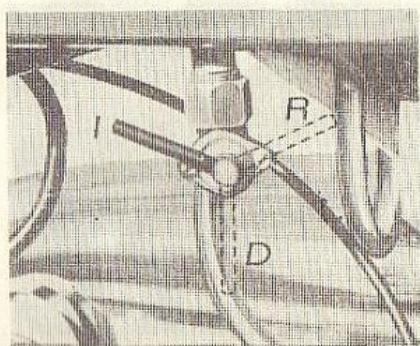
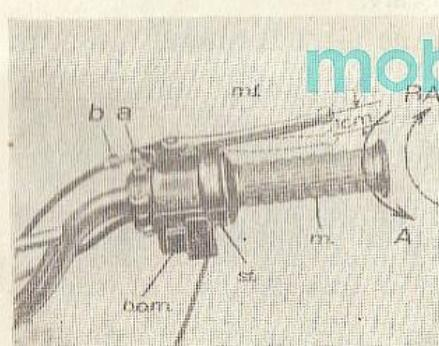
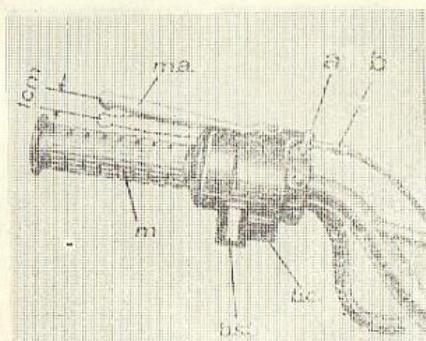
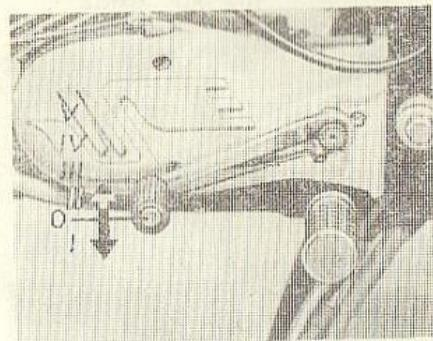

Fig. 3
Fig. 5
Fig. 7
Fig. 8
1. Rotiți distribuitorul robinetului în poziția „deschis“ D, fig. 3.
4. Rotiți complet minerul accelerator „m“ (fig. 5) în sensul RA (reducerea accelerării).
- Cu motorul pornit, acționați maneta ambreiajului (fig. 7), strin- gind-o către mîner și apăsați cu vîrful piciorului pedala de schim- bare a vitezelor în jos, sensul I (fig. 8).
- După ce viteza a crescut la ~~la~~ **la** **20 km/h**, schimbați viteza în treapta a II-a; pentru aceasta, roțiti minerul accelerator în sensul reducerii admisiei (RA — fig. 5) în același timp cu acționarea manetei ambreiaj, apoi acționați pedala în sus (fig. 8), după care eliberați din nou, ușor, ambreiajul și accelerați. Similar proce- dării la schimbarea vitezelor în treapta a III-a, a IV-a și a V-a. Dacă aveți de urcat pante sau pentru demaraje rapide nu ezitați să cuplați într-o treaptă inferioară. Domeniile pentru treptele de viteză sunt:
2. Acționați ambele frâne progresiv, strîngind maneta „m.f.“ (fig. 5) pentru frâna față și călcind pedala frânei spate (fig. 9). Pe suprafețe de drum alunecoase sau din materiale granuloase, pentru evitarea derapărilor, utilizați cu atenție numai frâna spate.
3. În timpul frânării sau imediat următor, acționați ambreiajul și aduceți cutia de viteze în punctul neutru (0).
4. Motoreta fiind oprită, rotiți distributiorul robinetului de benzină în poz. inchis „I“ (fig. 3) și apăsați butonul de oprire motor „b.o.m.“ (fig. 5).
Motoreta dv. nu dispune de un întrerupător central. Pornirea motorului se face așa cum este specificat anterior, oprirea se face prin apăsarea butonului oprire motor b.o.m., fig. 5.
Întrerupătorul schimbător faze b.s.f., fig. 7, are 3 poziții: